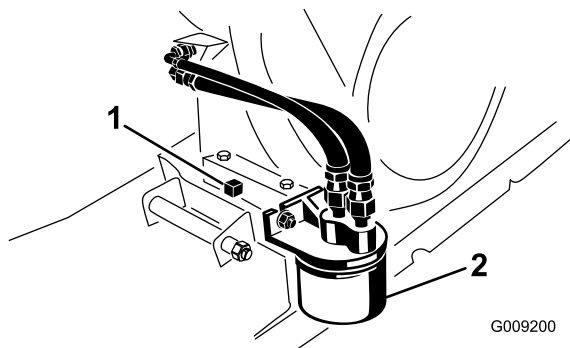

Рисунок 41
5. Установите сливной поддон емкостью 1,8 л под пробку сливного отверстия (Рисунок 41).
6. Снимите пробку сливного отверстия и уплотнение (Рисунок 41).
2. Снимите имеющийся масляный фильтр (Рисунок 41).
4. Установите новый фильтр на переходник фильтра, пока прокладка не коснется монтажной пластины, затем затяните фильтр еще на 1/2 – 3/4 оборота (Рисунок 41).